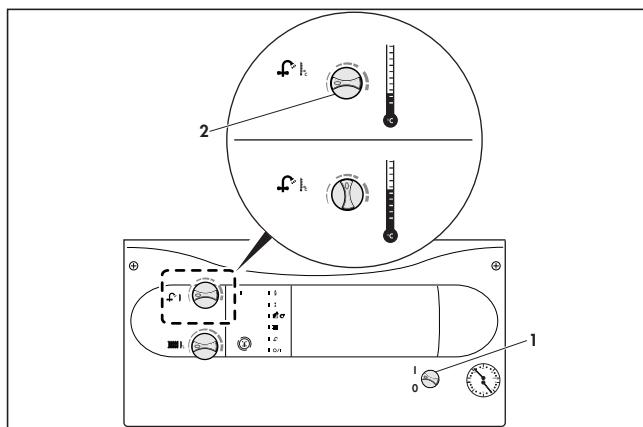

Fig. 5: Prepararea apei calde menajere
- Rotiți comutatorul principal (1) în poziția "I".
- Poziționați comutatorul pentru reglarea temperaturii apei calde menajere (2) la valoarea dorită:
! La o duritate a apei mai mare de 10°dh (1,79 mol/m³), fixați comutatorul (2) cel mult în poziția de mijloc (fig. 5).